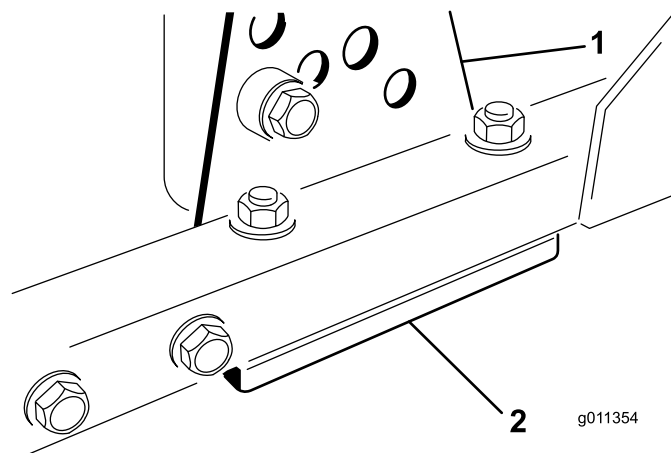

Figura 122
1. Togliete la staffa dell'altezza di taglio (anteriore, sinistra o destra) dal telaio dell'apparato di taglio (Figura 122).
2. Regolate gli spessori da 1,5 mm e/o gli spessori da 0,7 mm tra il telaio dell'apparato di taglio e la staffa per ottenere l'impostazione dell'altezza desiderata (Figura 122).